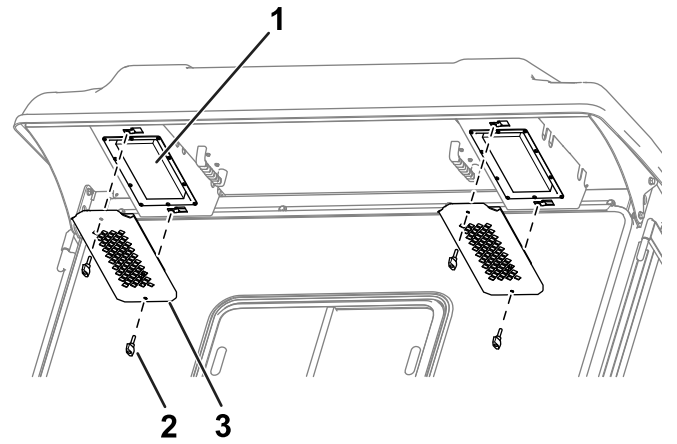

図 83
1. 後方のオーバーハング部からノブと格子を取り外す 図 83。
4. フィルタをキャブに取り付け、格子とノブで固定する 図 83。